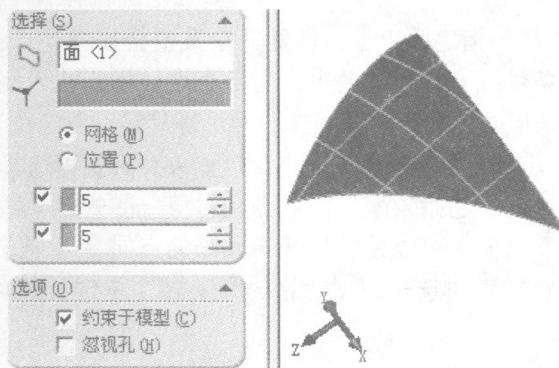
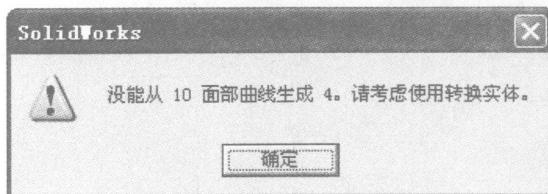

图 1-9 使用“网格”选项的面部曲线
图 1-10 提示错误信息对话框
(5) 重复上述步骤(1)和(2)，在“面部曲线”属性管理器和绘图区域中进行设置和选择，如图 1-9 所示，单击“确定”图标按钮 \checkmark ，如图 1-10 所示。